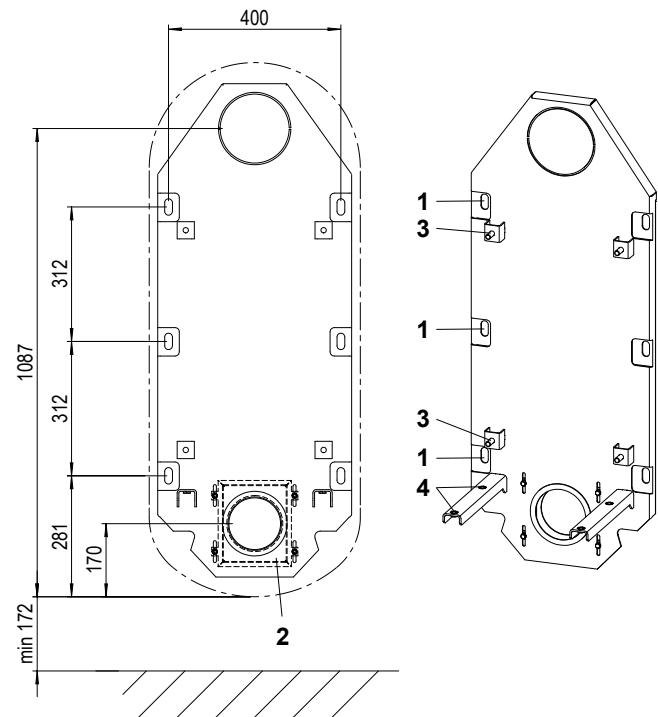

Fig. 5 Wandhalterung
- Wandhalterung als Schablone an der gewünschten Position an der Wand mit Wasserwaage ausrichten, anhalten und die 6 Befestigungslöcher anzeichnen (siehe Fig. 5).
- Das Gerät kann bei Bedarf mit den Einstellschrauben in den Kufen (Fig.5) ausgerichtet werden.